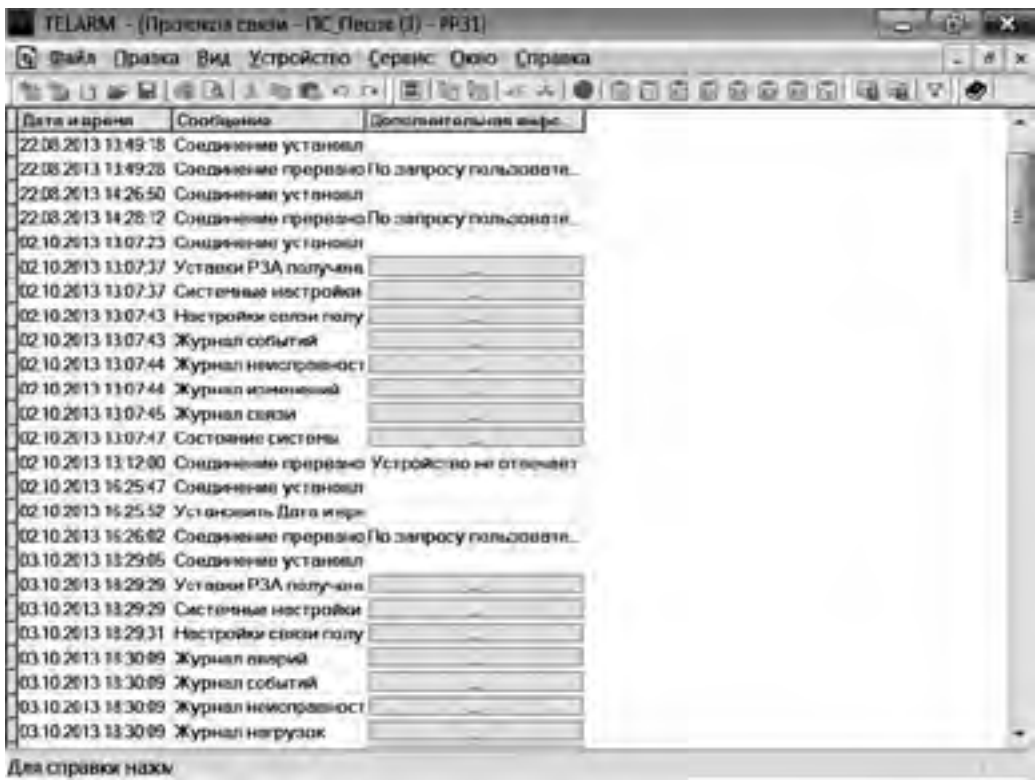

Рис. 4.39. Запрошенные журналы
2. Выбрать необходимый журнал, соответствующий времени запроса (см. Рис. 4.39).